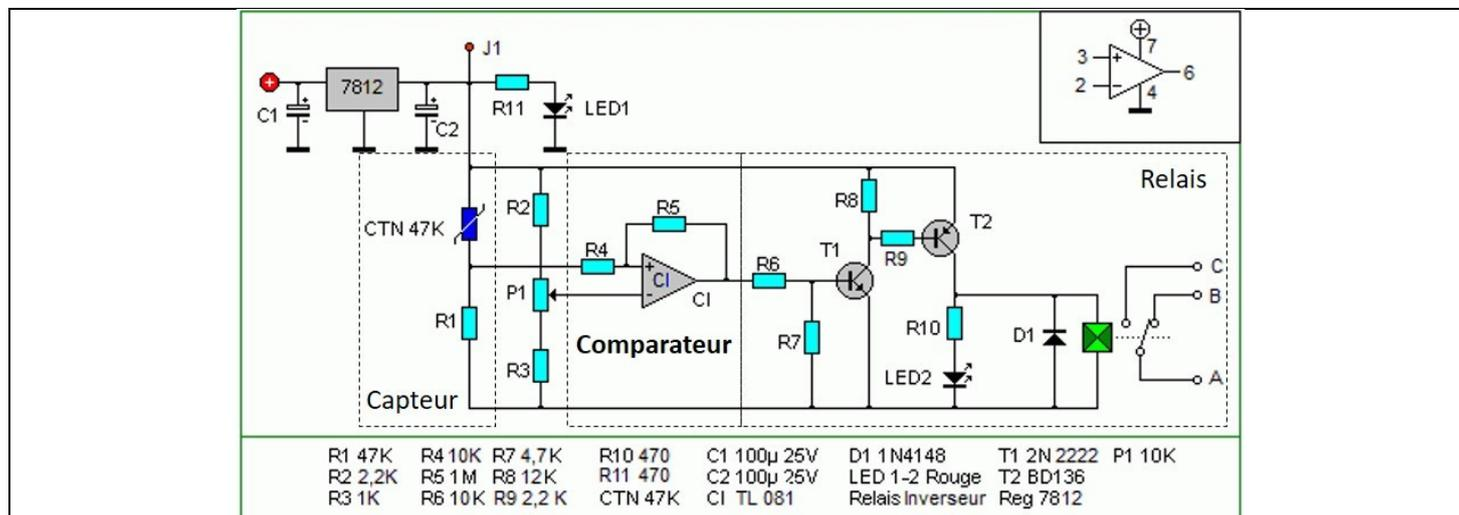

Figure 1. Schéma électrique d'un thermostat (source : <http://www.electronique-3d.fr/Thermostat.html>)
Le thermostat d'un réfrigérateur permet de régler la température du compartiment à réfrigérer. A partir d'une valeur de consigne en température T_{con} donnée, il indique via un relais au compresseur s'il doit se mettre en marche ou pas. Pour éviter de solliciter trop fréquemment le compresseur, celui-ci ne doit se mettre en marche que si la température mesurée dépasse un certain seuil, noté T_+ . Il fonctionnera jusqu'à ce que la température mesurée descende en dessous d'un autre seuil, noté T_- . On a ainsi : $T_- < T_{con} < T_+$. Un exemple de montage électrique réalisant cette fonction est donné sur la **Figure 1**.
1. En imaginant que le montage potentiométrique est alimenté en $V_{J1} = 12\text{ V}$ (potentiel au point J1 sur la **Figure 1**), exprimer la tension U en fonction de V_{J1} , $R = R_1$ et R_{CTN} , la résistance de la CTN. Relier alors la tension U à la température mesurée T_{mes} . On précisera le signe de α .